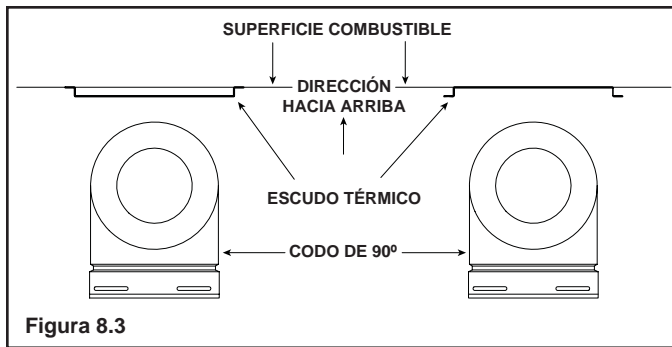

Figura 8.3
- Utilice los cuatro hoyos guía que se encuentran en el escudo térmico para sujetar el mismo. El escudo térmico debe ser orientado de manera que la dimensión de 13-1/8 pulg. (la más larga) apunte en la misma dirección que el codo. El escudo térmico debe ser centrado directamente sobre el codo y colocado de manera que haya una separación de 1/2 pulg. entre el escudo térmico y la superficie combustible. Consulte la Figura 8.3.